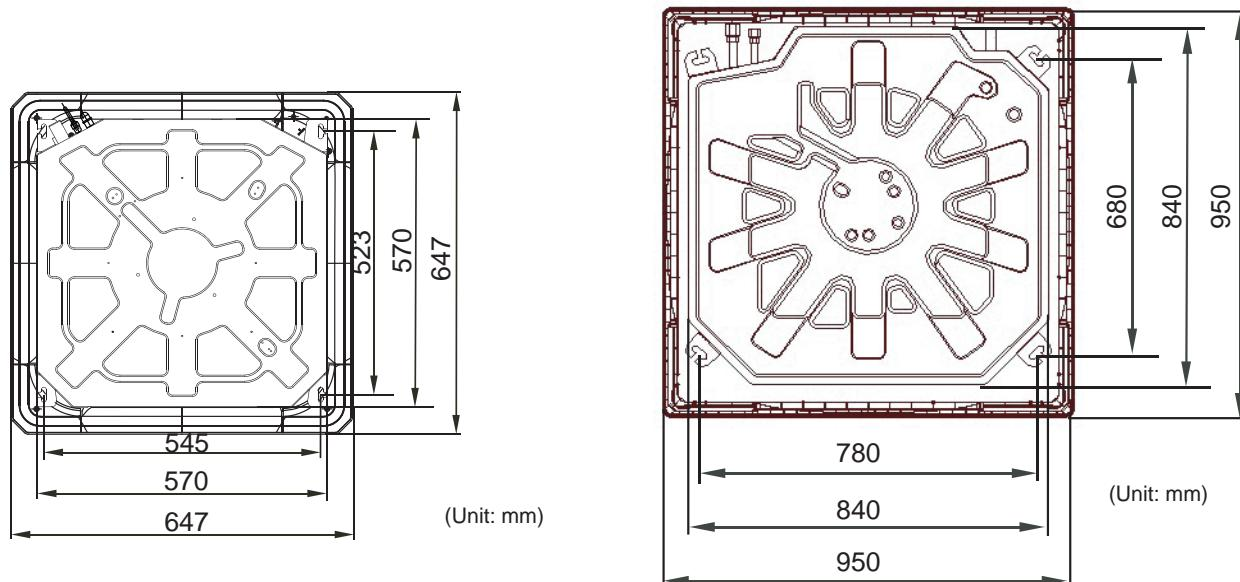

Figure 7
- utilisez le gabarit d'installation (fourni avec le panneau) puis déterminez la position du boulon de suspension. La figure 7 et la table 1 montre les correspondances entre les dimensions.